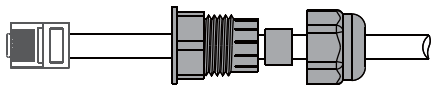

Figura 4.5-3 Fasi operative
Passo 3-1 Far passare il cavo RJ45 attraverso la piastra in acciaio e collegare il cavo DRED al terminale RJ45. Come mostrato in Figura 4.5-3, la Tabella 4-9 descrive la definizione della porta a 6 pin.